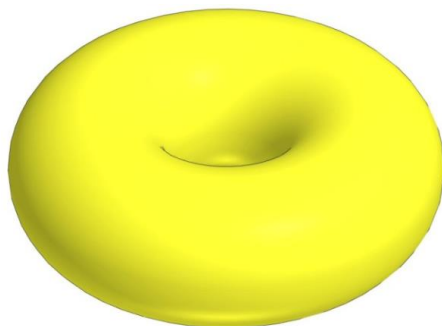

Рисунок 15 – Трехмерный элемент, созданный операцией вращения
2. Операция вращения  – создает трехмерный элемент вращением контура эскиза вокруг заданной оси вращения (рисунок 15).